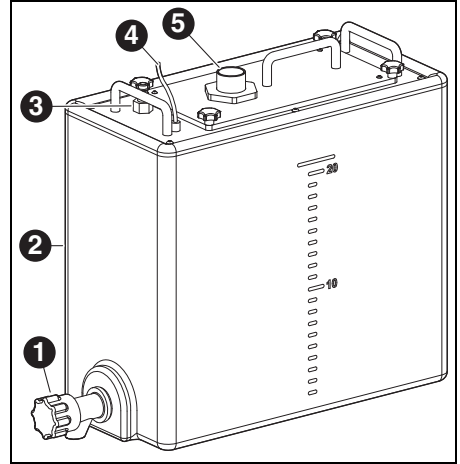

Bild 3 Anschlüsse Versorgungseinheit
- ▷ Die Steuerungsschnittstelle für die Versorgungseinheit an der Rückseite der Fräsmaschine ([9] in Bild 2) und an der Versorgungseinheit ([4] in Bild 3) mit dem Steuerungskabel verbinden.